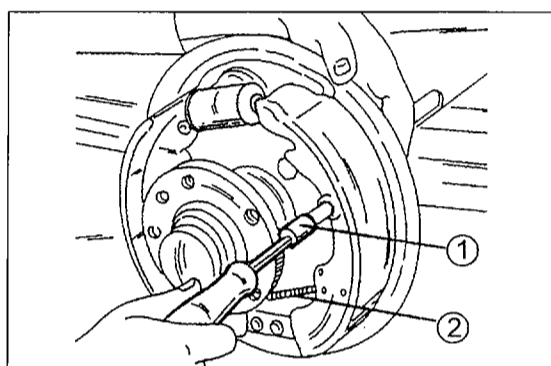

Bild 304
• Bei der nächsten Arbeit muss man Bild 304 folgen. Die Feder (3) in den Bremsbacken einhängen und an der Oberseite mit dem Verstellhebel (1) verbinden.